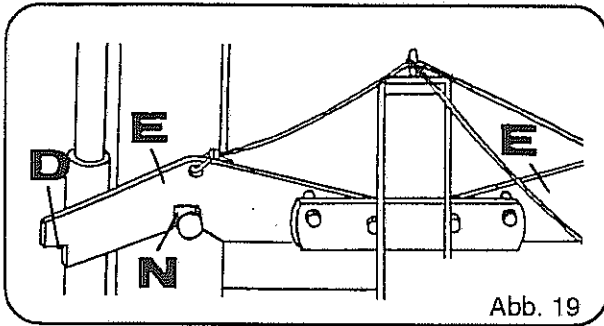

Abb. 19
- Die Klinken nach Abb. 19 einrasten lassen. Auf korrekte Verriegelung achten (siehe Warnbildzeichen Seite 22, Pos. I).